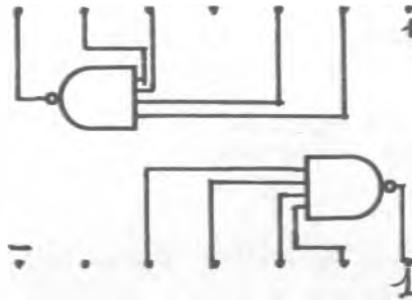

Fig 50: Brochage CD 4012
- un boîtier CD 4012 dont le brochage est donné à la figure 50.